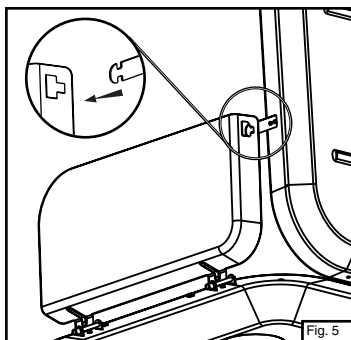

Fig. 5
■ Fixez les pare-vent au couvercle. (Fig. 5)